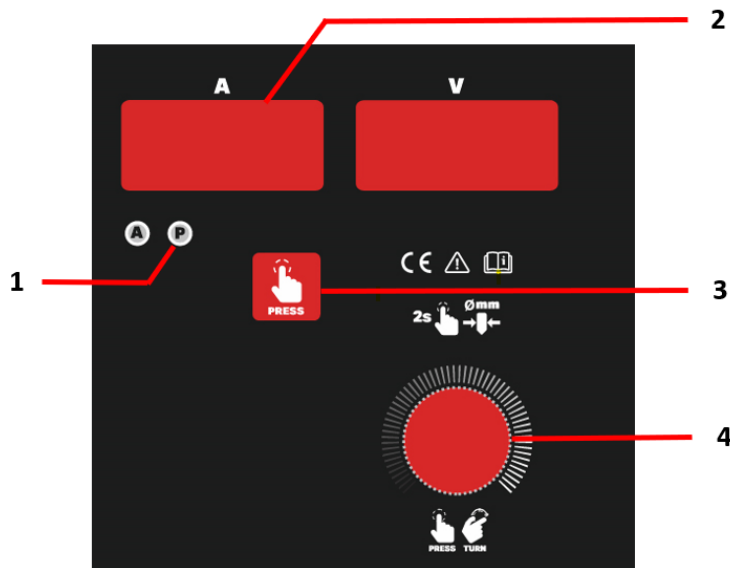

Fig. 11 – Mémoires de soudage
- ajuster les paramètres et appuyer sur la touche (Fig.11 - 3) jusqu'à ce que la LED P (Fig.11 - 1) s'allume. Appuyez ensuite sur le bouton de sélection/réglage des paramètres (Fig.11 - 4) pendant 2 secondes jusqu'à ce que l'écran numérique affiche P1. Tournez ensuite le bouton de sélection/réglage des paramètres jusqu'au numéro de mémoire souhaité. Enfin, appuyez sur la touche de sélection/réglage des paramètres jusqu'à ce que l'affichage numérique indique MEM.
- Appuyez sur la touche (Fig.11 - 3) jusqu'à ce que la LED P (Fig.11 - 1) s'allume. Tournez ensuite le bouton de sélection/réglage des paramètres (Fig.11 - 4) jusqu'au numéro de mémoire souhaité. Attendez 2 secondes et votre mémoire est disponible.